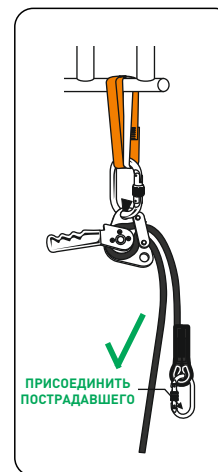

рис. 10
1. Разместите анкерную петлю на элементе постоянной конструкции (рис. 10). Форма и строение конструкции должны исключать самопроизвольное сползание и отсоединение устройства.